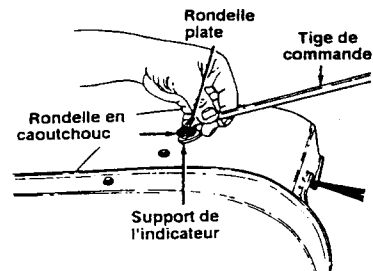

FIGURE 9
- Placez la rondelle plate, puis la rondelle en caoutchouc sur l'extrémité à crochet de la tige de commande. Enfoncez l'extrémité de la tige de commande dans le support de l'indicateur, sur le couvercle de la boîte de vitesses, et maintenez-la en place avec une goupille épingle. Voir la figure 9.